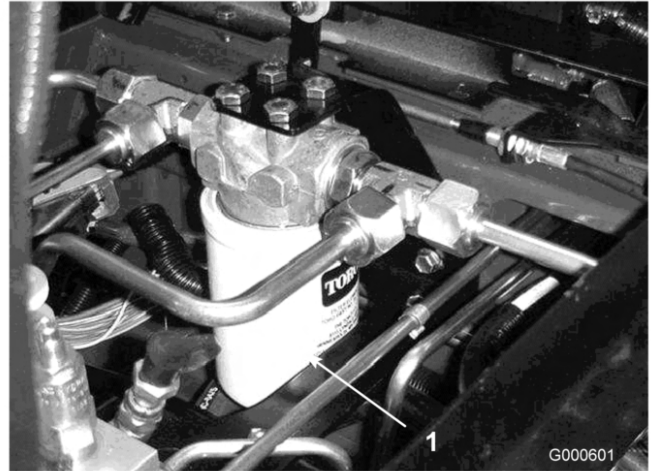
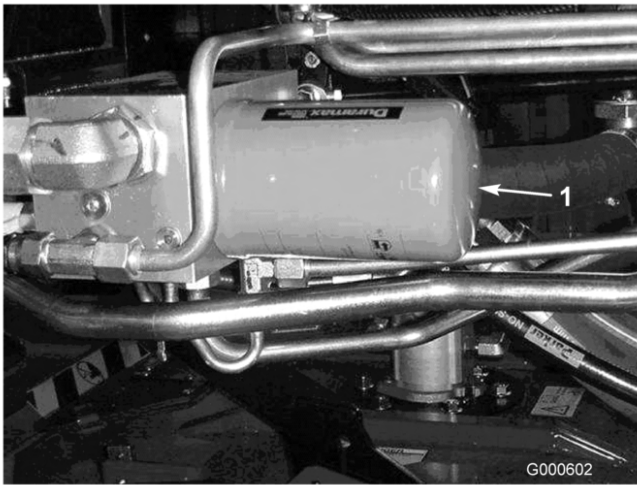

図 54
図 55
2. フィルタ容器の周辺をウェスできれいにぬぐう。フィルタ (図 54と図 55) の取り付け部周辺をきれいにふき、下に廃油受けを用意し、フィルタを外す。